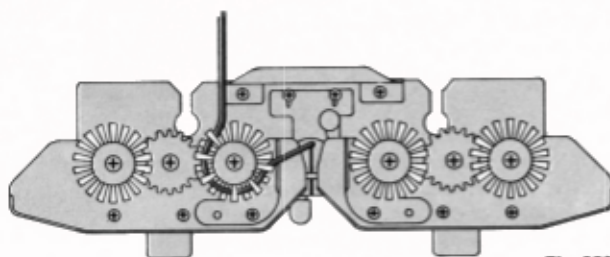

Fig. 229.
● Enlever les brins de laine qui peuvent s'être enroulés dans les brosses de l'abaisseur (fig. 229). Fixer l'abaisseur sur le chariot.
- Vérifier que les brosses de l'abaisseur tournent librement. Sinon enlever les brins de laine qui peuvent se trouver dans les brosses (voir fig. 229) et qui empêchent leur bon fonctionnement,